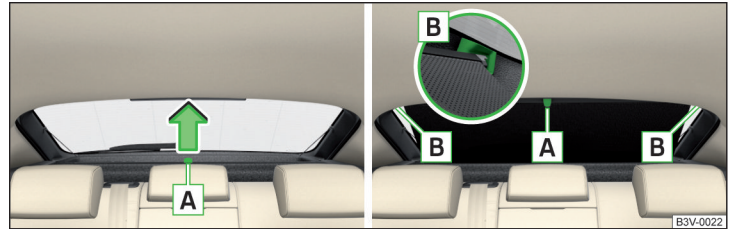

Abb. 65 Sonnenschutzrollo
- Das Sonnenschutzrollo am Griff **A** in Pfeilrichtung » Abb. 65 herausziehen und in die beiden magnetischen Halter **B** einhängen.
- Das Sonnenschutzrollo am Griff **A** » Abb. 65 aus den Haltern herausnehmen und so halten, dass dieses langsam und ohne Beschädigung in das Gehäuse einrollen kann.